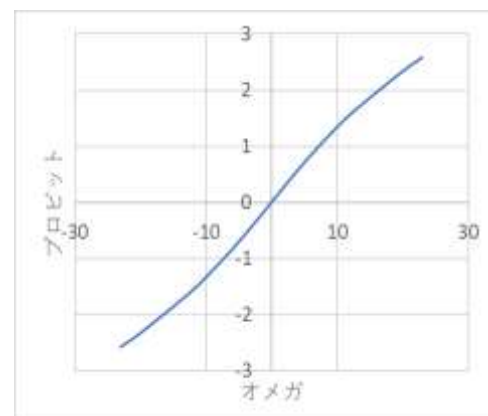

Fig. 5.2 オメガ変換とプロビット変換
③ プロビット変換は、標準正規分布の累積関数の逆関数で、オメガ変換はプロビット変換の近似変換とも考えられる。(Fig. 5.2)
④ 逆正弦変換は下記の式で定義される。